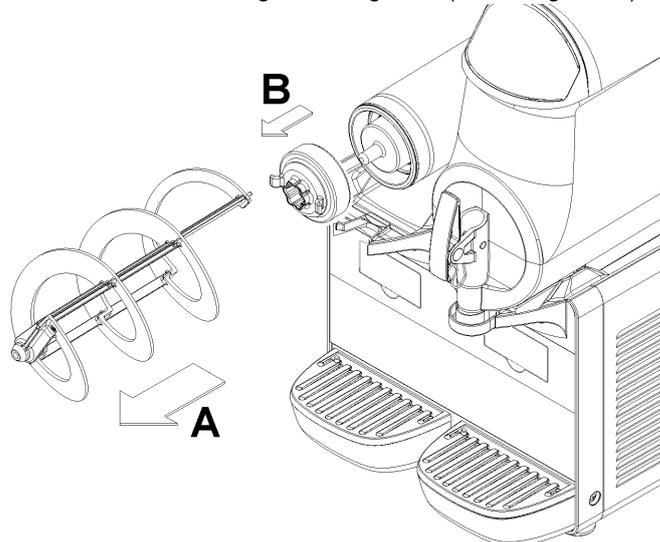

figura 12
**3** Rimuovere il mescolatore sfilandolo dal cilindro evaporatore. Quindi rimuovere il giunto esagonale (vedere figura 12).